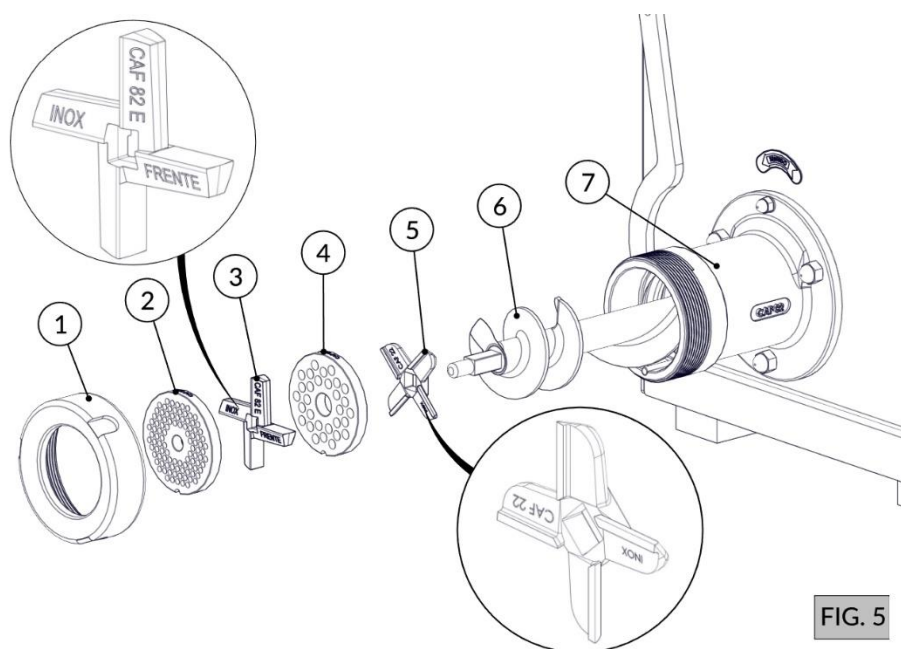

FIG. 5
1. Encaixe o caracol (Item 6 - FIG. 5) no bocal (Item 7 - FIG. 5) encaixando-o no quadrado do eixo arrastador;
2. Encaixe a cruzeta simples (Item 5 - FIG. 5) no pino do caracol (Item 6 - FIG. 5), observando sua posição de corte (Corte para Frente);
3. Encaixe o primeiro disco, com o furo central maior (Item 4 - FIG. 5) no pino do caracol (Item 6 - FIG. 5), alinhando o rebaixo do disco com a chaveta do bocal;
4. Encaixe a cruzeta dupla (Item 3 - FIG. 5) no pino do caracol (Item 6 - FIG. 5), observando sua posição de corte (Corte para Frente);
5. Encaixe o segundo disco, com o furo central menor (Item 2 - FIG. 5) no pino do caracol (Item 6 - FIG. 5), alinhando o rebaixo do disco com a chaveta do bocal;
6. Rosqueie o volante (Item 1 - FIG. 5) até encostar no disco;